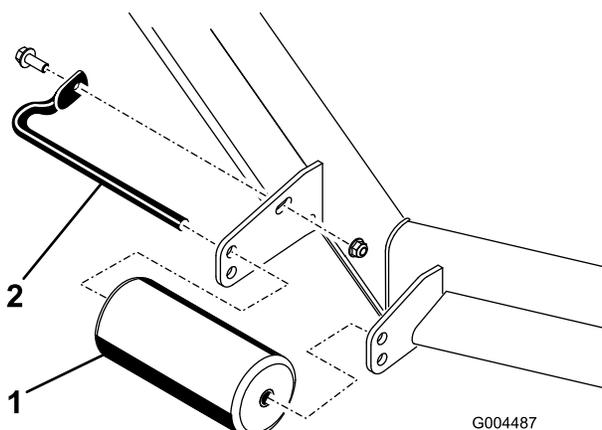

Bild 20
4. Nehmen Sie die Befestigungen ab, mit denen jede Rolle am Mähwerk befestigt ist, und schieben Sie die Rollen nach oben oder unten, siehe Bild 20 bis Bild 24 abhängig vom Mähwerk.